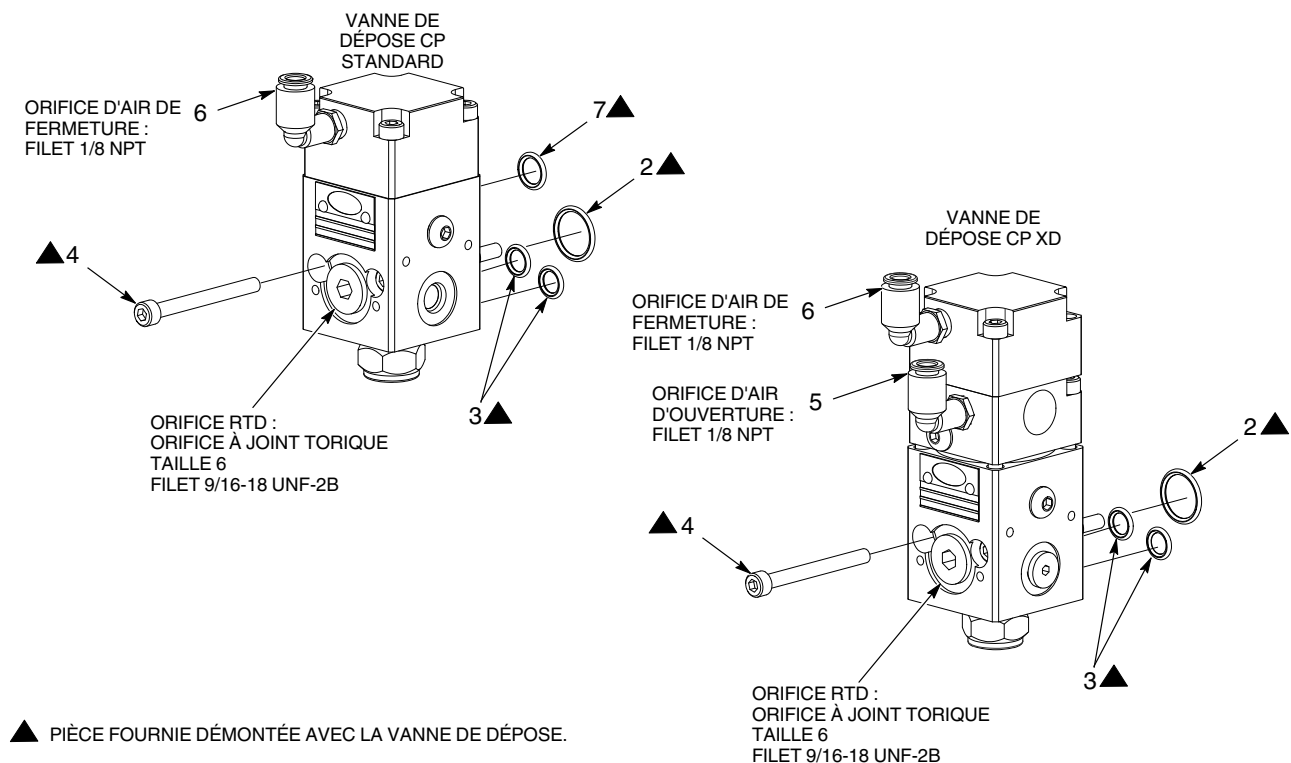

Figure 3 Installation
1. **Vanne de dépose CP standard :** Voir la figure 3. Lubrifier les joints toriques (2, 3, 7) avec de la graisse Mobil SHC 100 et les poser sur le régulateur CP.
2. Monter la vanne de dépose sur le régulateur CP à l'aide des vis (4). Serrer les vis à un couple de 60 in.-lb (6,7 N•m).
3. **Vanne de dépose CP standard :** Brancher la conduite d'air de fermeture au raccord (6). La face du distributeur du régulateur CP fournit l'air pour la fonction d'air d'ouverture.